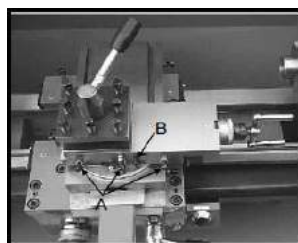

Fig. 30
1. **Contrachaveta da tampa deslizante** – Afrouxe as porcas e reajuste levemente os parafusos (A, Fig. 30) no sentido horário. A tampa deslizante pode ser imobilizada com o parafuso de fixação (B, Fig. 30).